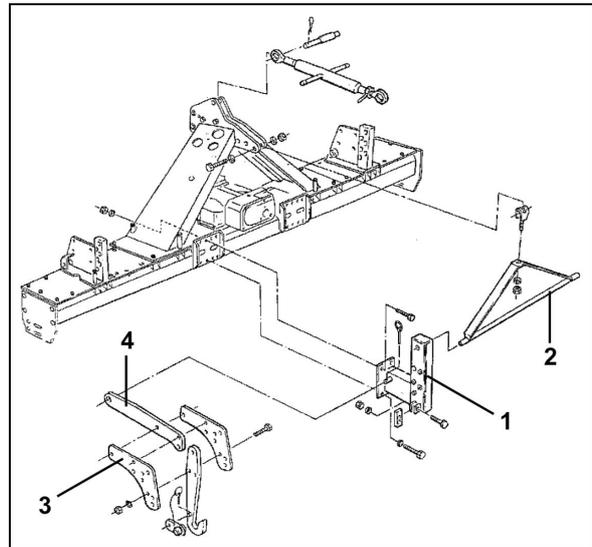

Fig. 57
Pour atteler les semoirs avec attelage cat. I, il faut permuter les supports (Fig. 57/1) entre eux.
1. Visser les supports de réglage (Fig. 57/1) droit et gauche sur les plaques de fixation de l'outil de préparation du sol.
2. Fixez en même temps le cadre de rigidification (Fig. 57/2) entre les deux supports.
4. Fixez les plaques de réglage (Fig. 57/3) sur le bras d'attelage inférieur (Fig. 57/4).